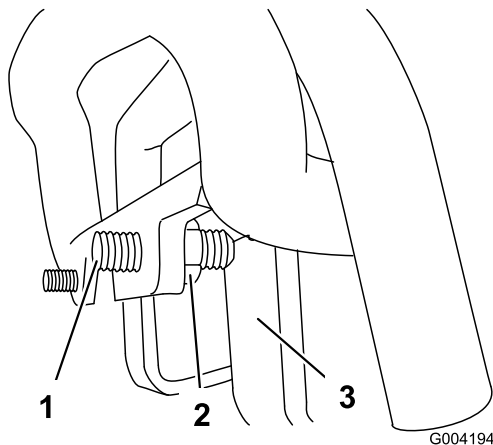

Figura 54
do acompanhamento na frente do controlo de tração (Figura 54).
4. Se máquina desviar para a **direita**, desaperte a porca de bloqueio **esquerda** e ajuste o parafuso de afinação do acompanhamento na frente do controlo de tração (Figura 54).